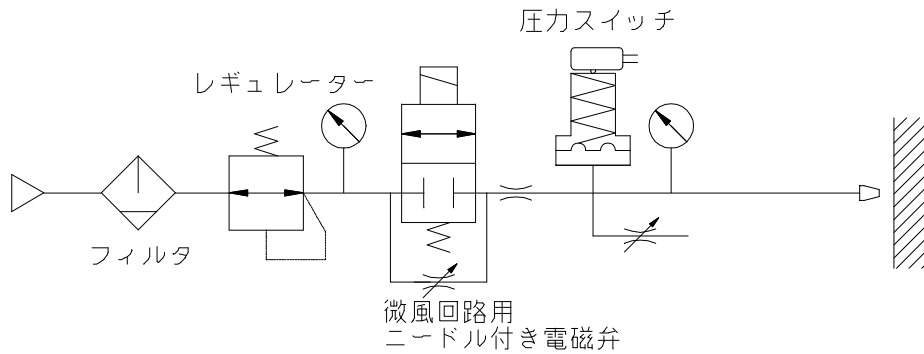
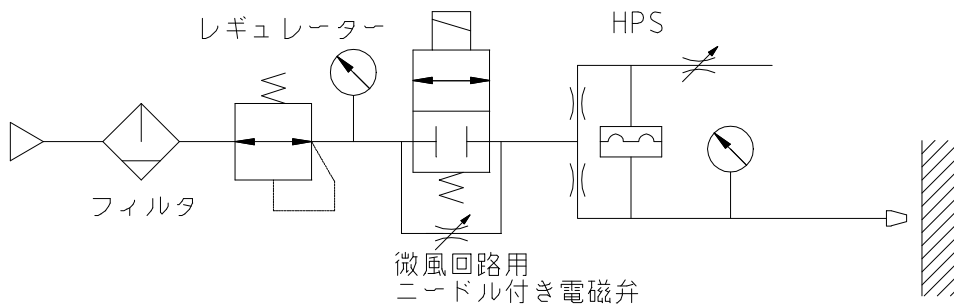

図37 圧力スイッチ型と微風付き電磁弁
図38 密着確認スイッチと微風付き電磁弁
10) 密着確認スイッチは空気式ブリッジ回路を使用しています。図37の従来からの圧カスイッチ方式と密着確認スイッチの推奨回路では信号の取り込みタイミングが異なります。ご注意ください。
● 図37の回路ではワークの有無に関わらず電磁弁が閉になれば圧カスイッチがOFFとなります。
●図38の回路では微風エアにより密着確認スイッチが働きワーク有り時にONの信号を発します。
●エアセンサの異常を検出する制御回路が組まれている時、図37の従来型圧力スイッチ方式では電磁弁OFF時にOFF確認を行っていましたが、図38のギャップスイッチ基本回路では電磁弁のON時にワークが離れたタイミングを狙ってOFF確認を行ってください。また、制御回路の変更が無理な時は微風エアを完全に止めてください。この場合、ON→OFFに1秒程度の遅れが生じます。